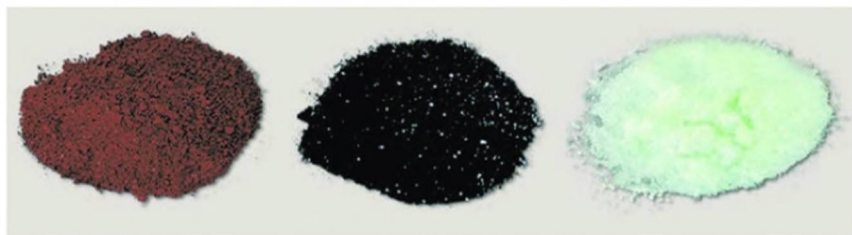

Рис. 111. Соединения железа: оксид железа(III), оксид железа(II) и соль Мора
Железо образует два ряда соединений, соответствующих степеням окисления металла +2 и +3 (рис. 111). Соединения железа(II) могут быть получены при взаимодействии металла с разбавленными кислотами — соляной и серной. При охлаждении раствора, полученного растворением железа в серной кислоте, выделяются красивые зеленовато-голубые кристаллы семиводного сульфата железа(II) $\text{FeSO}_4 \cdot 7\text{H}_2\text{O}$ — *железного купороса* (рис. 112). На воздухе они постепенно желтеют и рассыпаются в порошок, окисляясь до соли трёхвалентного железа:
В Средние века прокаливанием железного купороса получали серную кислоту (отсюда её название «купоросное масло»). В настоящее время железный купорос используют для получения пигментов (охры, сиены, железного сурика), в качестве консерванта древесины. При хранении в инертной атмосфере соль постепенно выветривается. Более устойчив к окислению и выветриванию двойной сульфат железа(II)-аммония $(\text{NH}_4)_2\text{Fe}(\text{SO}_4)_2 \cdot 6\text{H}_2\text{O}$, называемый *солью Мора* (см. рис. 111) по имени учёного, впервые применившего его в химическом анализе. Двойные сульфаты одно- и двухзарядных катионов, подобно соли Мора содержащие шесть молекул кристаллизационной воды, часто имеют одно и то же строение (они *изоструктурны*). Их называют *шенитами*.
Оксид и гидроксид железа(II) обладают основными свойствами. Чёрный порошок оксида железа FeO , называемого также вюститом (см. рис. 111), не удаётся получить простым обезвоживанием гидроксида железа(II): отщепление воды сопровождается внутримолекулярной окислительно-восстановительной реакцией: